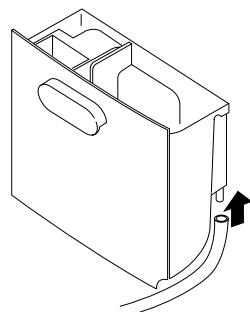

Fig. 2
- 4) Bevestig de slang op de tuit (fig. 2).